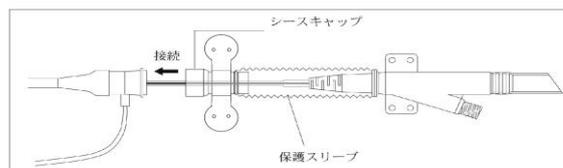

図 5. 保護スリーブ
- (6) 駆動を開始する。X線透視下にてバルーンが十分拡張していることを確認すること。
- (7) バルーン先端位置を X線透視下にてよく確認する。
- (8) シース挿入の場合で保護スリーブを用いる際には、先端のシースキャップの部分をシースボディにはめ込む。(図 5 参照)